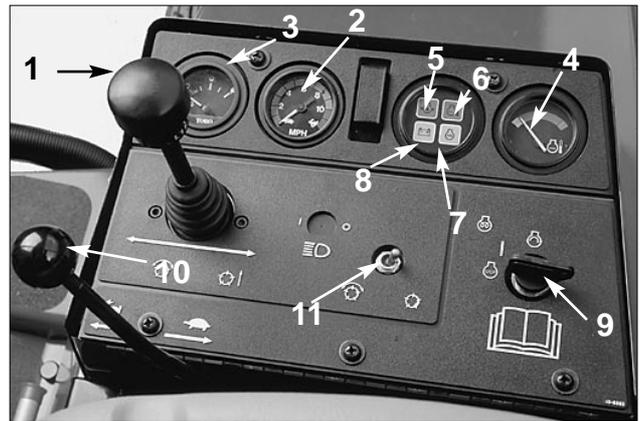

**Figure 9**
**Pédale de déplacement** (Fig. 9)—elle commande le fonctionnement en marche avant et arrière. Appuyer sur le haut de la pédale pour avancer et sur le bas de la pédale pour reculer. La vitesse de déplacement varie selon que la pédale est plus ou moins enfoncée. Pour une vitesse maximale sans charge, appuyer à fond sur la pédale en gardant la commande d'accélérateur en position FAST (rapide). Pour arrêter la machine, relâcher la pédale et la laisser revenir à la position centrale.
**Limiteur de vitesse de déplacement** déplacement (Fig. 9)—prérégler ce levier pour limiter la course de la pédale de déplacement en marche avant, de manière à maintenir une vitesse de coupe constante.